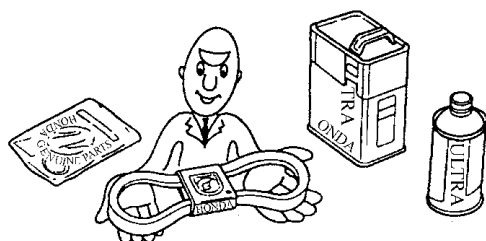

图 1-17 组装时应使用原厂部件和润滑剂
9) 如图 1-17 所示,使用原厂生产的本田零部件和润滑剂,或用具有同等品质的来替代。零部件继续使用时,必须经过仔细检查,确保其没有损坏或变质,并处于良好的使用状态。